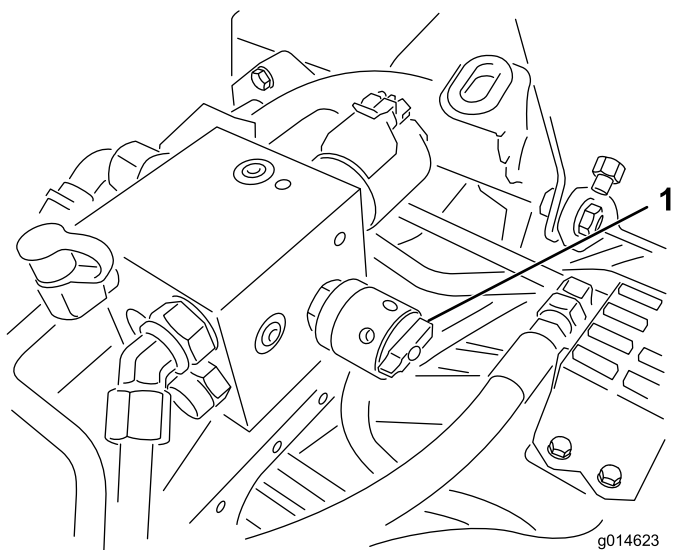

Figura 49
4. Regolate la velocità dei cilindri ruotando la manopola (Figura 49) fino a quando le frecce degli indicatori non sono allineate con il numero determinato al passaggio 3.